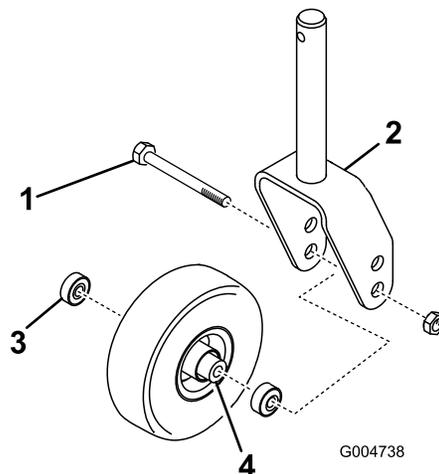
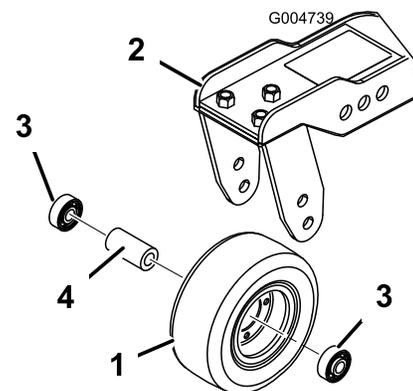

Figura 75
Figura 76
1. Togliete il dado di bloccaggio dal bullone che fissa il gruppo ruota orientabile alla forcella (Figura 75) o al braccio di rotazione (Figura 76).
3. Togliete il cuscinetto dal mozzo della ruota e lasciate cadere il distanziale del cuscinetto (Figura 75 e Figura 76).